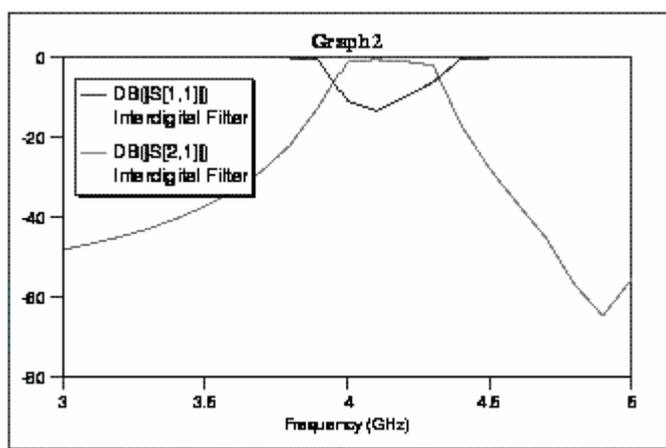

Рис. 4.30
30. Выберите **Simulate > Analyze** в выпадающем меню или щёлкните левой кнопкой мышки по значку **Analyze** на панели инструментов. Результаты анализа отображаются на графике, как показано на рис. 4.30.